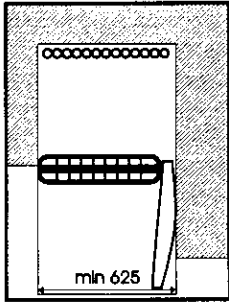

Рис.5.
5.5. С открытой дверью прибор занимает больше места в ширину, поэтому необходимо оставить достаточное расстояние между той стороной прибора, где расположены петли, и стеной (см. рис. 5).
5.7. Прибор имеет встроенные в боковые стенки конденсаторы, которые при работе компрессоров нагреваются, поэтому если модель ВКФ составляется с другим прибором, то между ними должно быть расстояние не менее 50 мм. Для обеспечения циркуляции воздуха вокруг прибора надо оставить свободное место над ним 100 мм (см. рис. 5а).
Рис.5а
Рис.5б